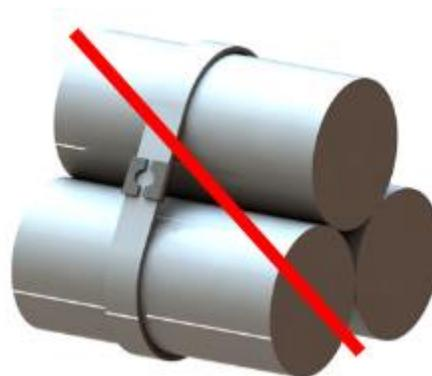

Abbildung 32
- Bringen Sie keine Klemmen an konischen Flächen oder an Rohrbögen an (Abb.32).